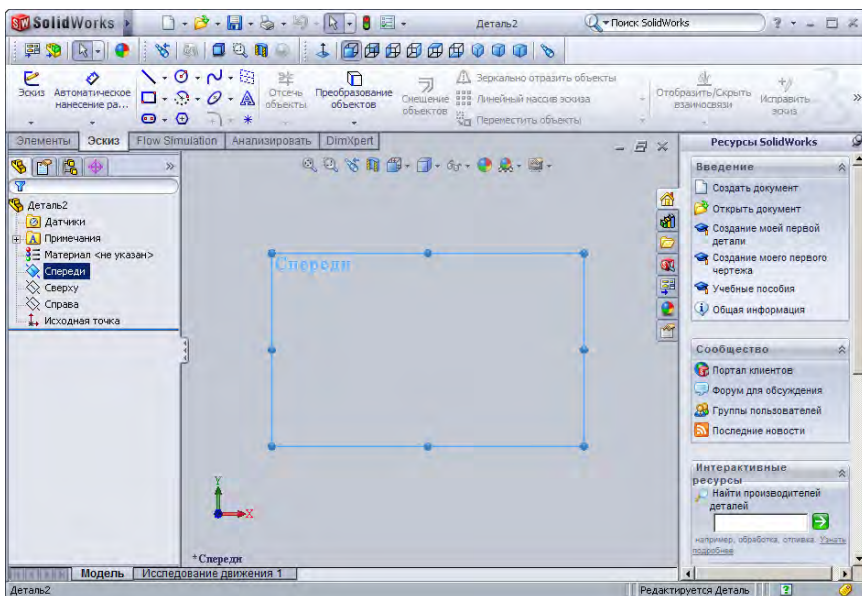

Рис. 4.5. Выбор основного вида для проектирования эскиза моделируемой трехмерной детали
Проектирование новой детали начинается с закладки *Эскиз*, где пользователь моделирует основание (фундамент) последующей трехмерной модели с помощью плоскостных элементов (линий, окружностей, дуг, прямоугольников и т. д.). При этом необходимо в качестве основного выбрать **Центр управления проектом** → **Дерево конструирования** → **Вид** (рис. 4.5). Следует отметить, что в *Дереве конструирования* отображаются все созданные ранее объекты – части проектируемой детали с учетом их наследственных связей друг с другом, в то время
– создавая фронтальные разрезы (см. рис. 4.5), при указании «верхней» и «нижней» точек линии разреза необходимо следить за тем, чтобы курсор принимал вид .